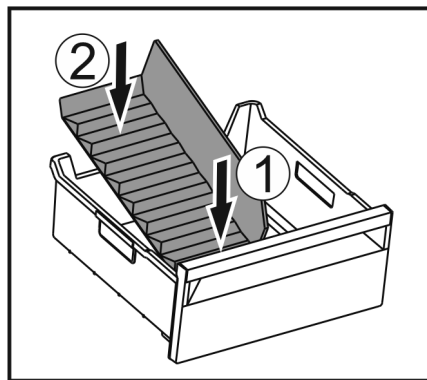

Fig. 160
- 装入冰格分隔器前部。 Fig. 160 (1)
- 将冰格分隔器后部放低至抽屉底板。 Fig. 160 (2)